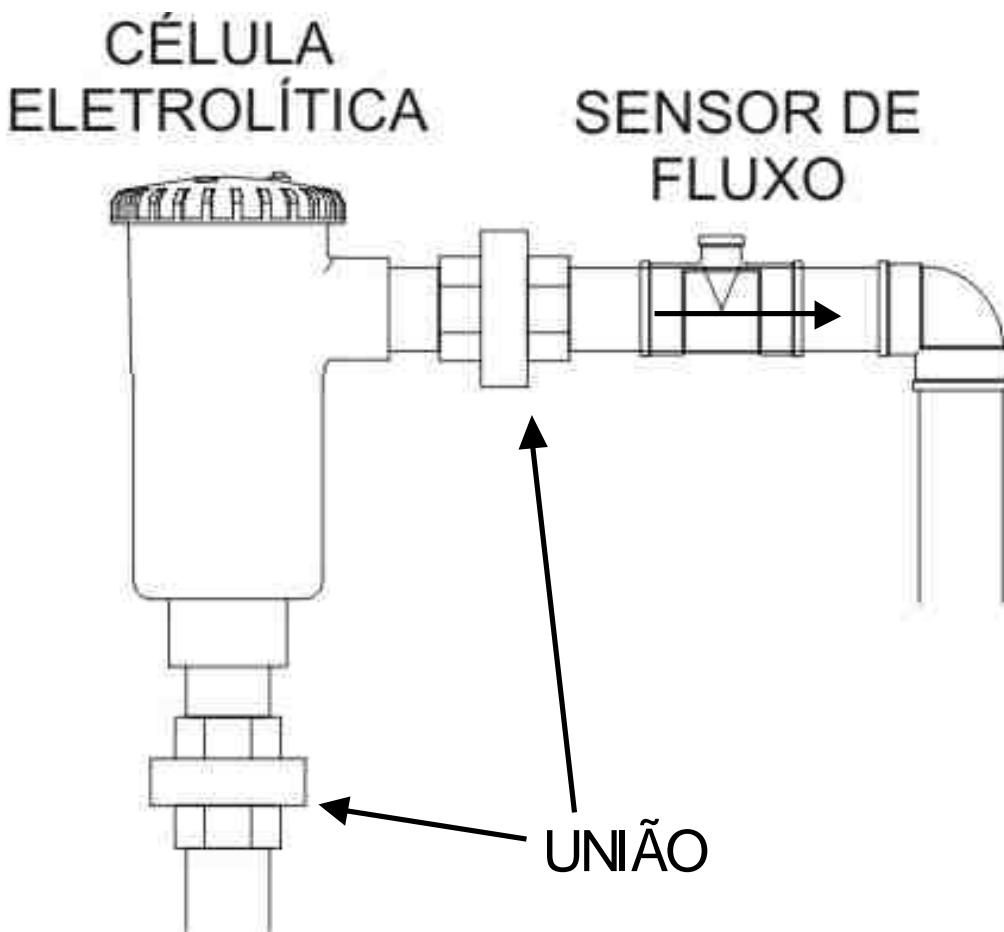

Figura 7
4. Instale uniões tanto na entrada como na saída da cuba da célula eletrolítica a fim de facilitar sua remoção em caso de manutenção, conforme **figura 7**.